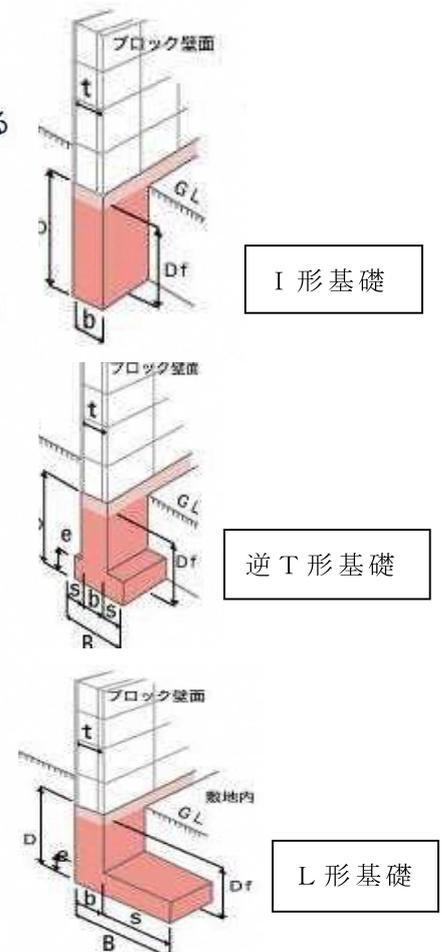

図 2 基礎の形状図
コンクリートブロック塀(以下、ブロック塀という)では、塀の安定を保つために、**基礎**を地面の中に塀の高さに応じた深さを埋め込み(**根入れ深さ**)ます。また、基礎はブロック塀の高さや埋め込まれる土の固さによって、Iの字の形、Lの字の形、Tの字を逆にした形(P4 図2参照)とします。
- ① 高さは、2.2m 以下 とすること
- ② 壁の厚さは、15cm(高さ 2.0m 以下の塀では 12cm)以上とすること
- ③ 壁頂及び基礎には水平方向に、壁の端部及び隅角部(曲がり角)には垂直方向に、それぞれ D10(直径 1 cm)以上の鉄筋を入れること
- ④ 壁内には、D10 以上の鉄筋を垂直方向に 40～80 cm、水平方向に 80cm 以下の間隔で入れること
- ⑤ 高さ 1.2m(条件により 1.6m)を超える塀では、長さ 3.4m 以内ごとに D10 以上の鉄筋を配置した控え壁(壁面から高さ 1/5 以上の長さ)をつくること
- ⑥ 鉄筋の末端部はかぎ状に折り曲げて、縦筋は壁頂及び基礎の横筋に、横筋は縦筋にそれぞれかぎ掛けすること
- ⑦ 基礎のせい(高さ)は 40 cm 以上とし、根入れの深さは 35 cm 以上とすること(寒冷地では凍結深度に注意する)。図 2 での B は、地面の硬さにより変わる以上のように、いろいろな部分でそれぞれの数値などが定められています。